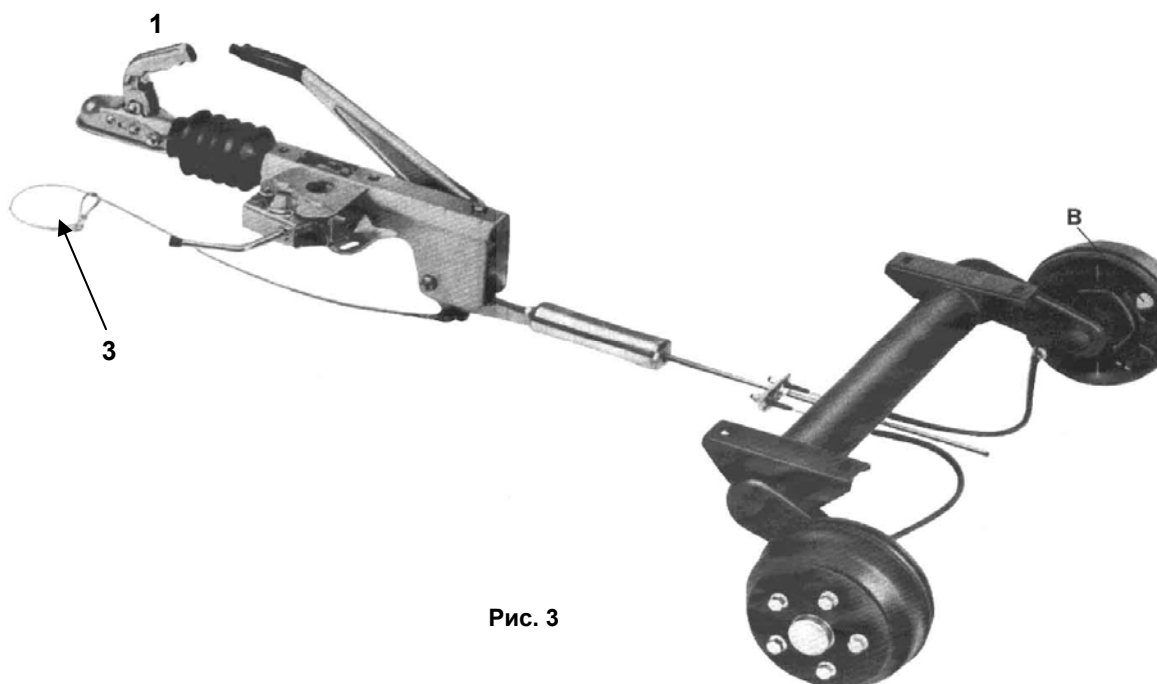

Рис. 3
1. Поднять ручку 1 сцепной головки и повернуть ее вперед, вследствие это сцепная головка будет зафиксирована в открытом положении (рис.3).
3. Подсоедините страховочный трос 3 к сцепному устройству автомобиля как показано на рис. 3